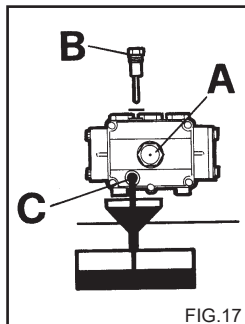

FIG. 17
- 2) Draai de dop met het peilstaafje los (fig. 17).